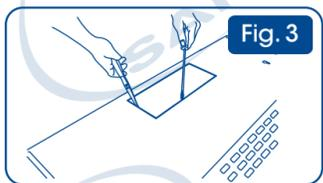

Fig. 3
2. Desprenda la tapa superior (semi-troquelada) con ayuda de un destornillador y unas pinzas. (Fig. 3)